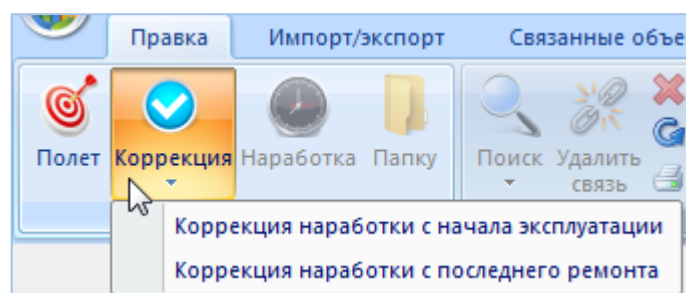

Рис. 13-219 – Выбор типа коррекции наработки
- 4) Из раскрывшегося списка выбрать нужное значение – «Коррекция наработки с начала эксплуатации» или «Коррекция наработки с последнего ремонта» (рис. 13-219).